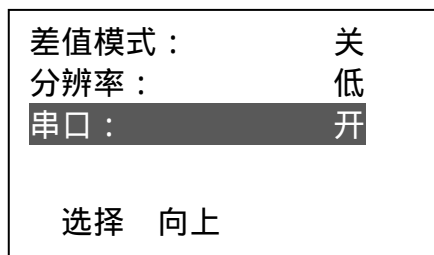

图 39
- d. 用 或 键选中**串口**，按←键循环显示开（打开串口功能）、关（关闭串口功能），这里需打开该功能，如图 39，